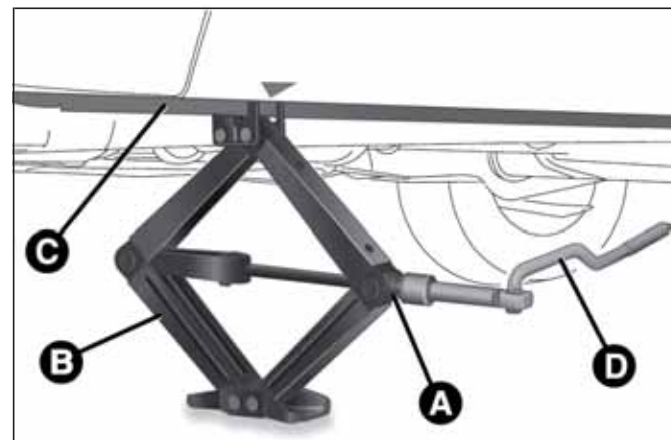

fig. 36
- ☐ introducir la llave A en el gato para extenderlo, hasta que la parte superior B fig. 36 se introduzca correctamente en el larguero C (a la altura de la marca ▽ indicada en el mismo larguero);
- ☐ introducir la manivela D fig. 36 en el alojamiento del dispositivo A, accionar el gato y levantar el vehículo, hasta que la rueda se levante del suelo unos centímetros;